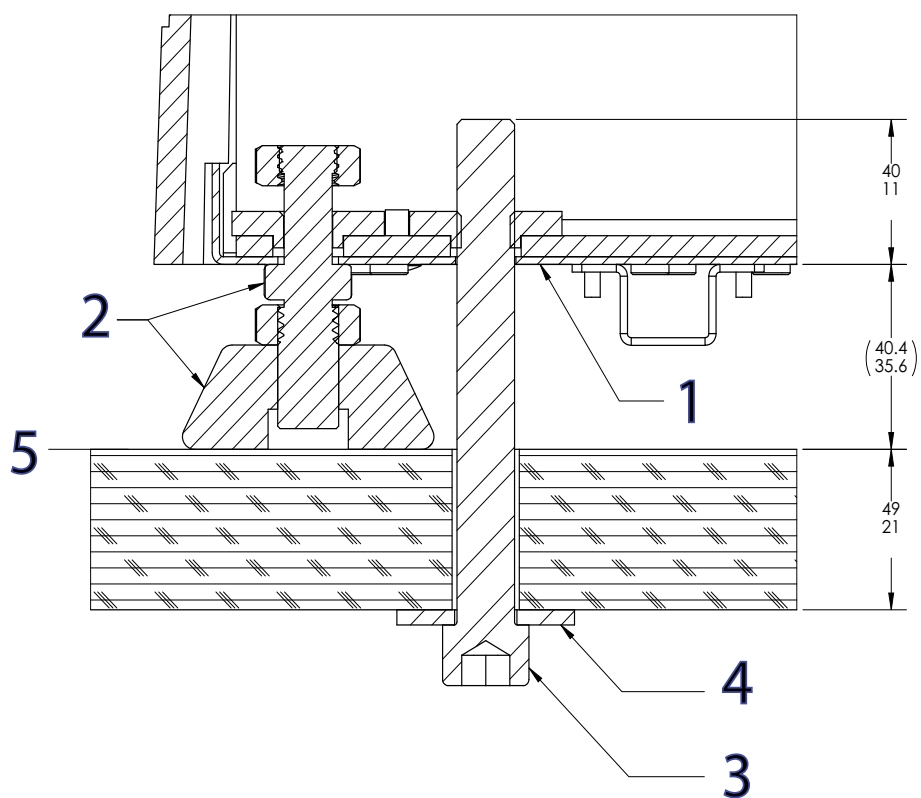

図13. フレームをテーブルに固定します。
説明 図 13
3. 64 ページの図 13 に示すように、各ボルトと特大ワッシャーを取り付けます。